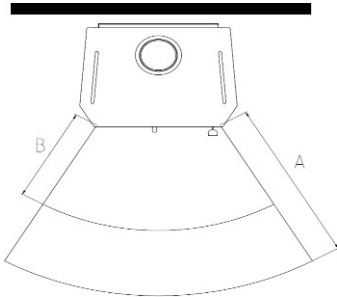

Bild 7
Im Sichtbereich (Strahlungsbereich) des Feuers muss zu brennbaren Bauteilen, Möbel oder auch z.B. zu Dekostoffen ein Abstand von mindestens **80 cm (A)**, gemessen ab Vorderkante Feuerraumöffnung eingehalten werden. Der Sicherheitsabstand reduziert sich auf **40 cm (B)**, wenn ein belüfteter Strahlungsschutz vor das zu schützende Bauteil montiert wird (Bild 7)